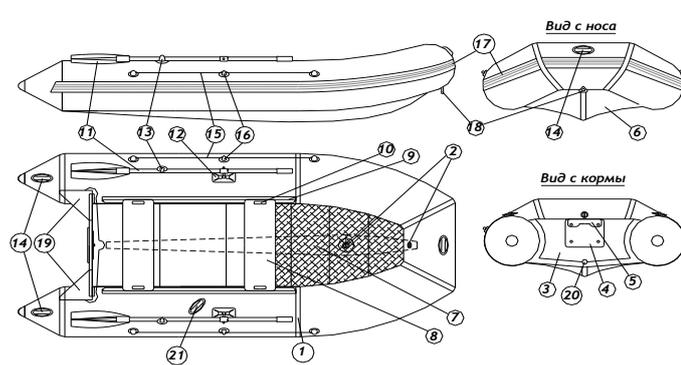

Рис.1
3.1. Конструктивно лодка "Polar Bird" серии «Eagle» («Орлан») представляет собой надувной баллон U-формы (поз.1), разделенный тремя герметичными переборками с воздушными клапанами (поз.2) на четыре герметичных отсека (Рис.1). Корпус лодки изготавливается из армированного эластомера с двусторонним герметизирующим покрытием из поливинилхлорида (далее ПВХ). Для установки подвесного лодочного мотора (далее - ПЛМ) лодки оборудованы жестким транцем (поз.3) с двумя транцевыми накладками (поз.4 и поз.5). Лодка имеет эластичное днище (поз.6) и жесткий настил, между которыми расположен надувной кильсон (поз.7), приклеенный к днищу. Лодка укомплектована жесткими сиденьями (поз.8), которые устанавливаются в профиль – ликтрос (поз.9) с помощью ликпазов (поз.10), жестко установленных на банках. Лодка укомплектована веслами (поз.11), которые жестко укреплены в уключинах (поз.12) и фиксируются на борту баллонов с помощью защелки (поз.13). На лодке имеются бортовые ручки для переноски лодки (поз.14); страховочный леер (поз.15), установленный в леерной ленте (поз.16); рым-кольцо для буксировки лодки (поз.18). Борт лодки защищен привальным брусом с водоотбойником (поз.17). Лодка оборудована защитой от брызг (поз.19). В нижней части транца расположен сливной клапан с пробкой (поз.20). На внешней стороне транца установлены буксировочные рымы. Лодка оборудована ручкой для рулевого (поз.21).